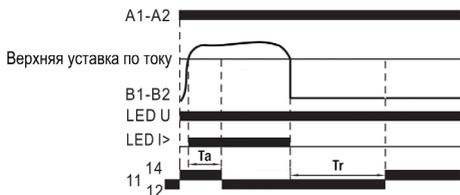

Рис. 4 – Защита от перегрузки (повышенный ток)
1. Защита от перегрузки по току (рис. 4).